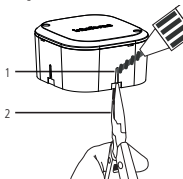

Figura 2
- » Caso necessário e com o auxílio de uma furadeira ou parafusadeira, utilize o guia (*Figura 2 – 1*) para realizar o furo para o eletroduto de $\frac{1}{2}$ " ou $\frac{3}{4}$ ".
- » Caso necessário e com o auxílio de um alicate de corte ou de bico, seccione o material (*Figura 2 – 2*) para a passagem do cabo da câmera ou os cabos da Instalação.